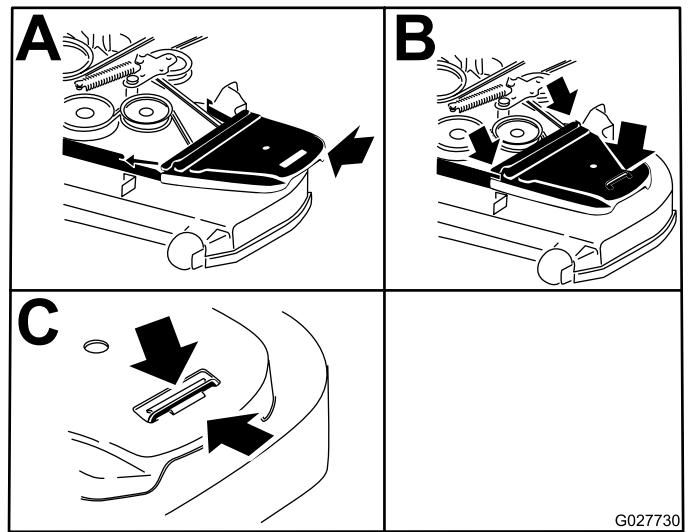

Figura 83
14. Instale las cubiertas de las correas y los pernos que están sujetos a las mismas (Figura 83).